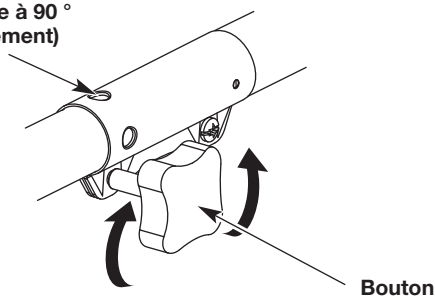
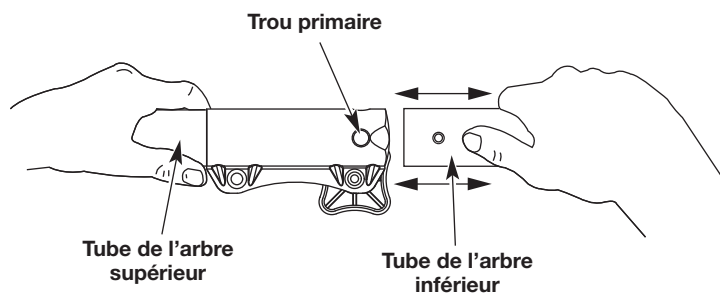

Fig. 3
Fig. 5
1. Tournez le bouton dans le sens horaire inverse pour le desserrer (Fig. 3).
2. Tout en tenant fermement l'accessoire, poussez-le tout droit dans le coupleur jusqu'à ce que le bouton de déclenchement s'enclenche correctement dans le trou primaire (Fig. 5).
3. Tournez le bouton dans le sens horaire pour le serrer (Fig. 3).
ATTENTION : Avant d'utiliser l'appareil, s'assurer que le bouton de déverrouillage est entièrement enclenché dans l'orifice principal (Fig. 5) et que la poignée (Fig. 3) est bien serrée.
Pour une bordure décorative réalisée avec un accessoire taille-bordures, verrouiller le bouton de déclenchement dans l'orifice de bordure à 90° (Fig. 3).
3. Tout en tenant fermement le tube de l'arbre supérieur, tirez l'accessoire en ligne droite pour le détacher du coupleur (Fig. 5).